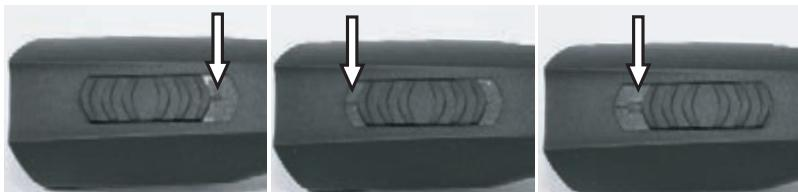

Abb. 4 Schiebeschalter
1. Die Kontakte der Schermaschine (1) und des Akkus (2) auf Fremdkörper und Verschmutzung überprüfen.
2. Sicherstellen, dass der Schalterschieber der Schermaschine in Position AUS („0“) steht (Abb. 4).